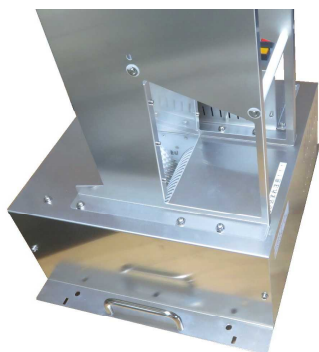

図3 投入ガイド取り付け完了
⑤投入ガイド右側フランジのビス穴5とビス穴7の緩めた状態の2本のビスを増し締めして、投入ガイドの取り付けが完了します。(図3)